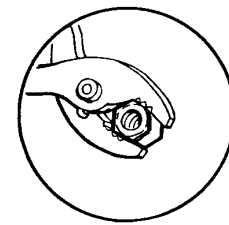

Fig. 13
- Use them to turn nuts. Wrap tape or cloth around the nut to avoid scratching it (Fig. 13).
Envuelva una cinta o tela alrededor de la tuerca para evitar rasparla (Fig. 13).